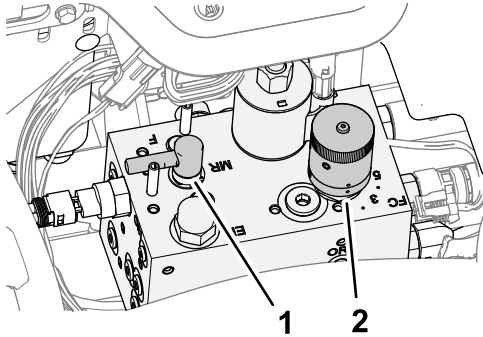

Figura 91
3. Mueva la palanca de autoafilado a la posición F (siega) (Figura 91).